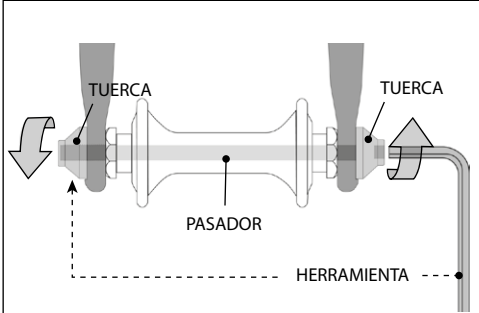

ILUSTRACIÓN 9
- Un eje hueco con un pasador en su interior con una tuerca en un extremo y un alojamiento para una llave allen, una palanca de bloqueo u otro dispositivo de apriete en el otro (perno pasante, ilustración 9).